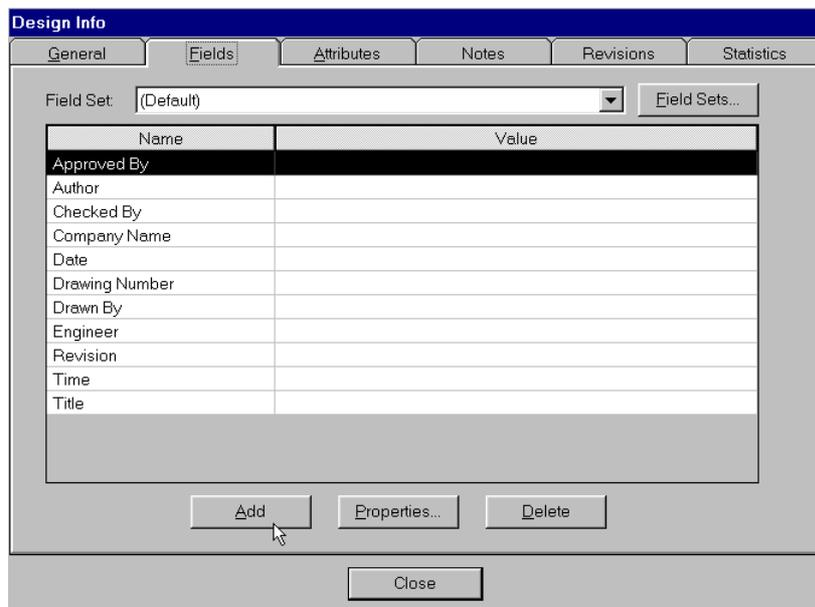

Рис. 4-11. Список полей проекта
- 2) На появившейся панели **Design Info** выберите закладку *Field* (см. рис. 4-11) и нажмите кнопку **Add** (добавить).